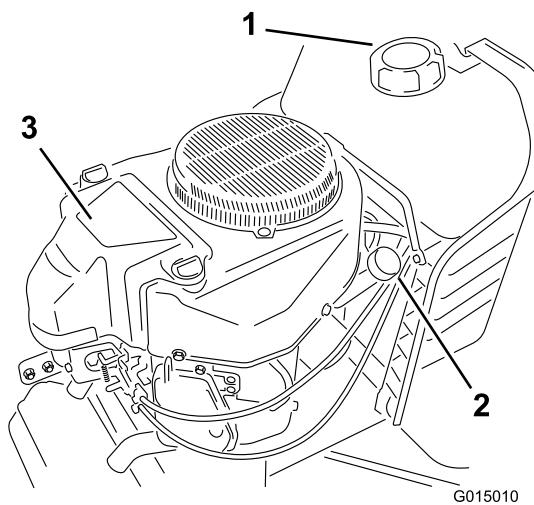

Bild 17
5. Reinigen Sie den Bereich um den Ölpeilstab (Bild 17), damit kein Schmutz in den Einfüllstutzen gelangen und den Motor beschädigen kann.
10. Gießen Sie ca. 80 % der angegebenen Ölmenge langsam in den Einfüllstutzen (Bild 17). Prüfen Sie den Ölstand; siehe Prüfen des Ölstands“.
6. Gießen Sie ca. 80 % der angegebenen Ölmenge langsam in den Einfüllstutzen (Bild 17). Prüfen Sie den Ölstand; siehe Schritte 6 und 7 unter „Prüfen des Ölstands“.